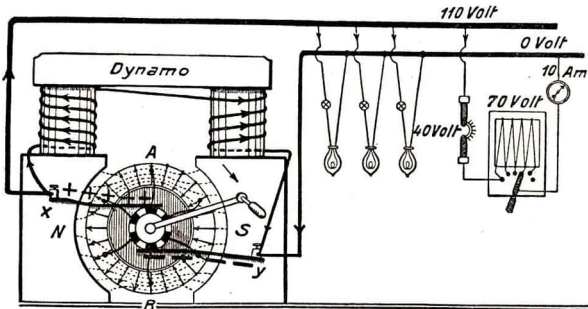
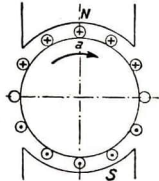

Abb. 383. Dynamomaschine mit dem Ringanker
Abb. 384. Polregel
Zur Stromabnahme vom Kollektor dienen zwei **Schleiffedern** oder **Bürsten** ( $x, y$  in Abb. 383).
**Einfache Polregel der Techniker.** (Abb. 384.) Wird der Anker im Uhrzeigersinn gedreht, so setze man vor dem **Nordpol** in den Drahtquerschnitt ein **Kreuz** (Zeichen, daß der Strom vom Beschauer wegläuft), vor dem **Südpol** einen **Punkt** (Pfeilspitze des Stromes, der auf den Beschauer zuläuft.) — Untersuche hiernach, ob die Strompfeile in Abb. 383 richtig sind!
**3. Prinzip der Selbsterregung.** Nach **Siemens (1867)** braucht der Feldmagnet kein permanenter zu sein, es genügt, wenn er etwas Restmagnetismus besitzt. Dann wird allerdings bei den ersten Umdrehungen des Ankers der induzierte Strom sehr schwach sein. Wenn man aber diesen (oder einen Teil von ihm, wie Abb. 383 zeigt) über die Schenkel des Feldmagnets  $NS$  leitet, wird dieser gestärkt und induziert nun seinerseits selbst stärkere Ströme in den Anker. Diese **gegenseitige Verstärkung** (= Aufschaukelung) dauert so lange an, bis der Elektromagnet seine **größte Stärke** erreicht hat (d. h. bis alle seine Molekularmagnete geordnet sind).